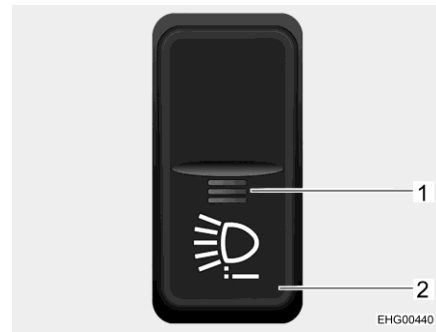

Bild 15 Vippkontakt
- Tryck på vippkontakten (Bild 15,2). Funktionsindikering (Bild 15,1) lyser rött. Textmeddelandet "Extra belysning aktiv" visas kort på kombiinstrumentets indikator.
För att inaktivera det extra lysdiodshelljuset, stäng antingen av motorn eller tryck på vippkontakt (Bild 15,2) igen. Den röda funktionsindikatorn (Bild 15,1) slocknar.